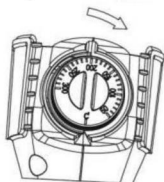

fig.3
4) Assurez-vous que la tension de votre prise électrique correspond à celle de votre outil avant de l'utiliser. Veillez également à ce que le bouton du thermostat soit réglé sur la position « 0 » pour éviter une mise en marche accidentelle (fig.3).